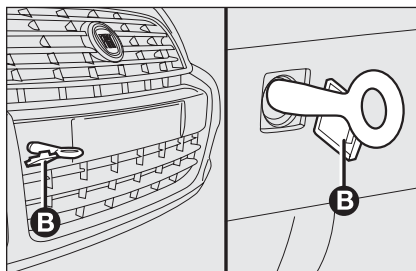

fig. 27
- ☐ verwijder het beschermklepje voor of achter **B-fig. 27** m.b.v. de bijgeleverde schroevendraaier;